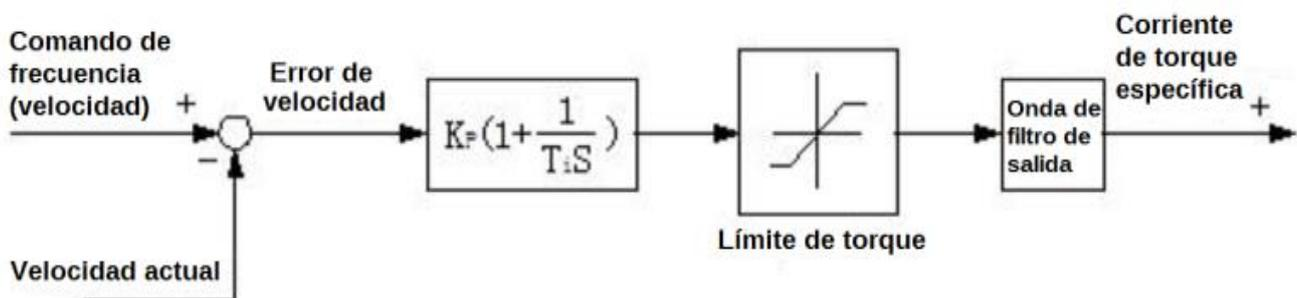

Fig. F4-1 Regulador de velocidad
2. El regulador de velocidad (ASR) tiene estructura como se muestra en la figura F4-1. KP es ganancia proporcional P, TI es tiempo integral I.